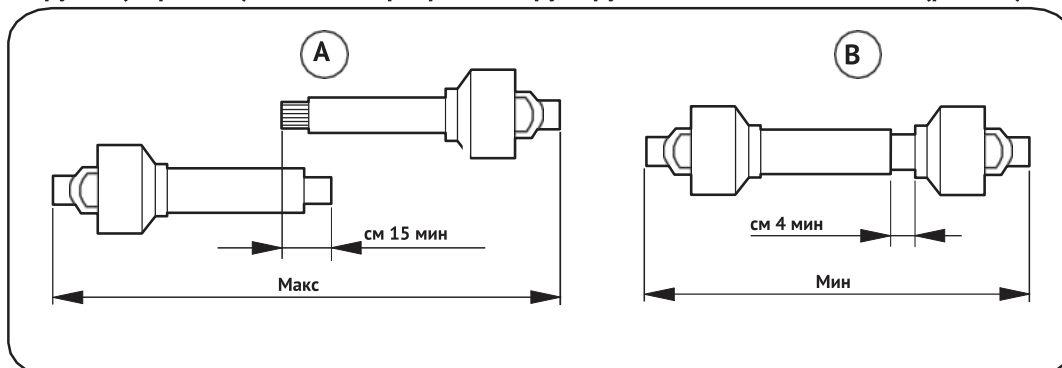

Рис.10
- Скользящие трубки (А, рис. 10) должны перекрывать друг друга не менее чем на 15 см (рис. 10).
- Обе трубки карданного вала не должны полностью перекрывать друг друга. Всегда должен оставаться безопасный ход (В рис. 10) не менее 4 см.
Когда карданный вал полностью выдвинут, обе трубки должны перекрываться не менее чем на 15 см. При полностью вставленном карданном вале минимальный люфт должен составлять 4 см. (А рис. 10).